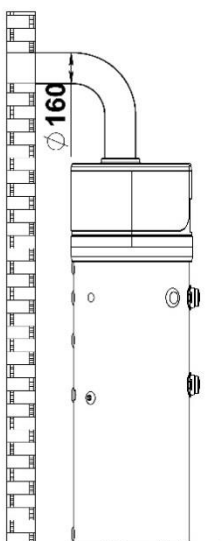

Bild 5a – Beispiel einer abführenden Luftleitung
- Luftversorgung aus dem Raum und Auslassen der kalten Luft ins Freie (Bild 5a). – Erforderliche vorhandene Öffnungen für Luftzugang zum Raum. Der Raum soll ein Mindestvolumen von 20 m³ besitzen.